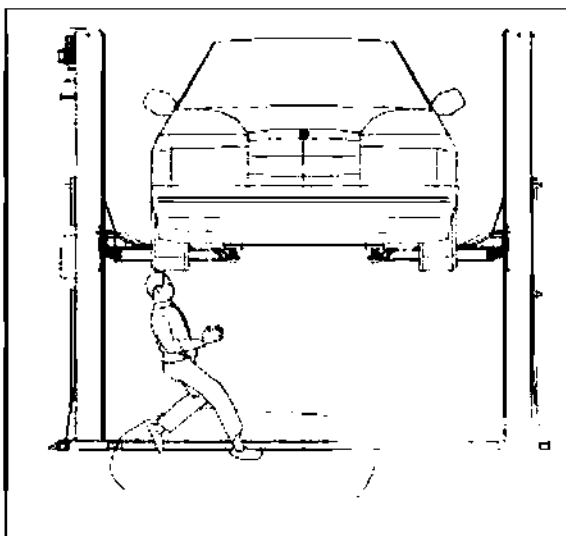

рис. 24
**Риск подскользывания** вызывается загрязнением пола вокруг подъемника смазочными материалами. Зона под подъемником и в непосредственной близости от него должна сохраняться в чистоте. Немедленно удаляйте любое пролитое масло. Рис.24.